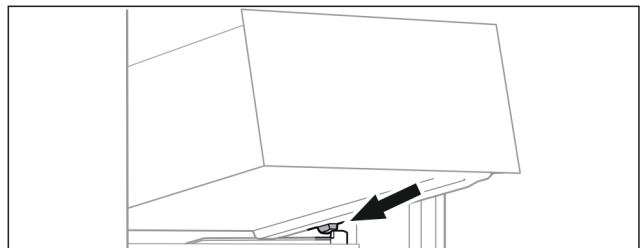

Fig. 100
- ▶ Наклоняя вниз, установите выдвижной ящик за стопоры на контейнерное ребро. (см. Fig. 100)